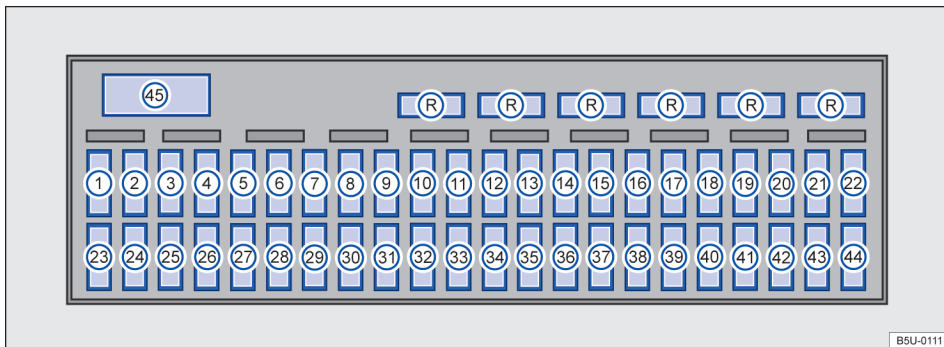

Fig. 178 Caja de fusibles.
Volkswagen recomienda mantener siempre en el vehículo algunos fusibles de reserva, los cuales pueden colocarse en la parte superior de la caja de fusibles → fig. 178 (R) (como, por ejemplo, fu-